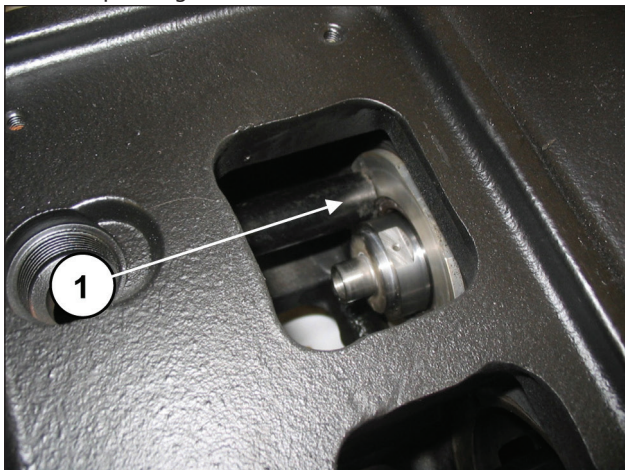
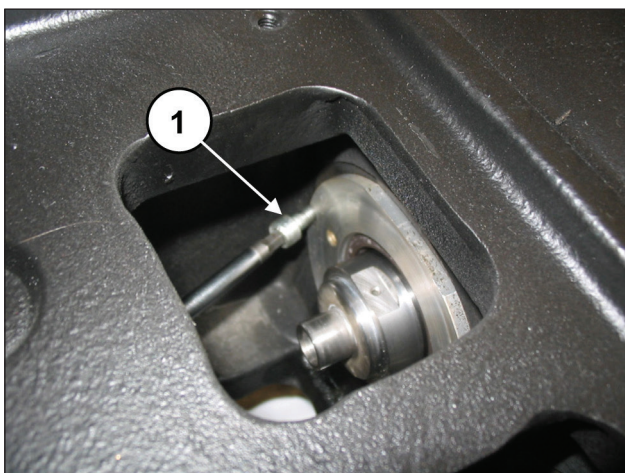

Fig. 142
Fig. 143
S'assurer que le couvercle entre à fond dans le logement (rep. ①, Fig. 142) en prenant garde de ne pas endommager la lèvre du joint Spi. Visser les carters d'huile à l'aide de 2 vis M6x14 (rep. ①, Fig. 143).